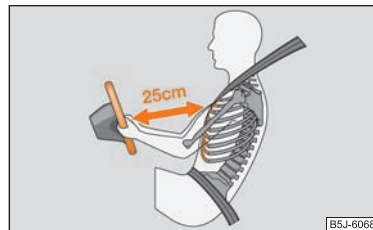

Abb. 116 Sicherer Abstand vom Lenkrad
- **Für den Fahrer und Beifahrer ist es wichtig, einen Abstand von mindestens 25 cm vom Lenkrad bzw. von der Schalttafel einzuhalten ⇒ Abb. 116. Wenn Sie den Mindestabstand nicht einhalten, kann Sie das Airbag-System nicht schützen – Lebensgefahr! Außerdem müssen die Vordersitze und die Kopfstützen immer der Körpergröße entsprechend richtig eingestellt sein.**